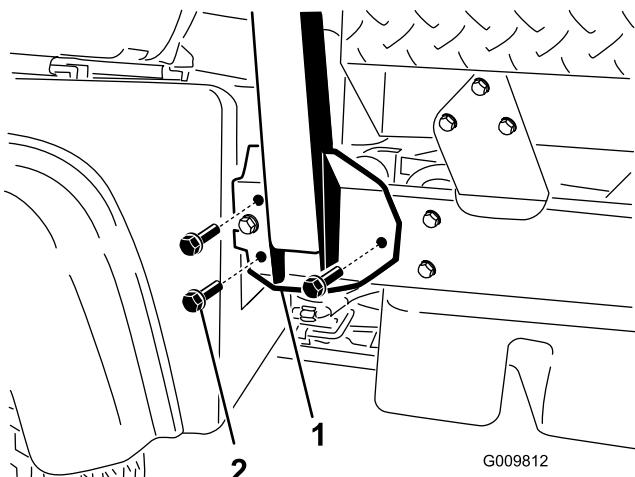

Figura 4
1. Allineate i lati del sistema di protezione antiribaltamento ai fori di fissaggio su entrambi i lati del telaio del veicolo, come illustrato nella Figura 4.